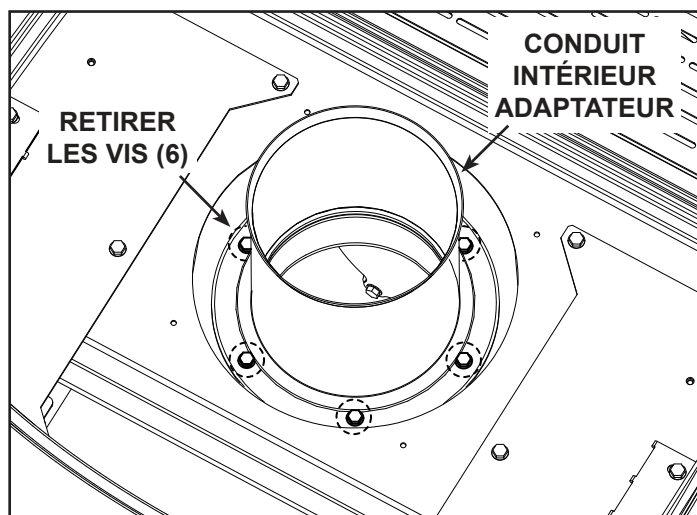

Figure 6.3
3. Retirez l'adaptateur de conduit intérieur illustré à la figure 6.3 en retirant six vis. Retirez le joint d'étanchéité et jetez-le. Remettez les six vis dans les trous et serrez.